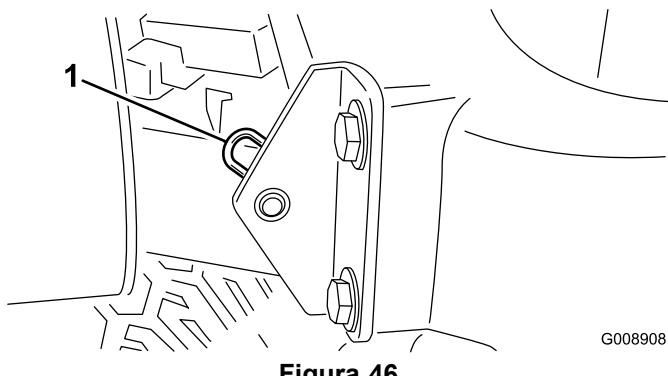

Figura 46
- Retire el pasador que fija el pivote del capó a los soportes de montaje (Figura 46).